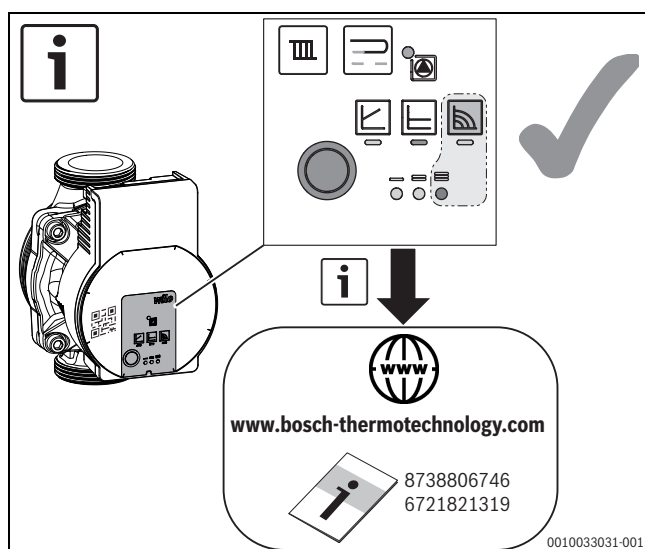

Bild 16 Einstellung der Pumpe (Beispiel)
- ▶ Pumpe auf Stufe 3 einstellen (→Bild 16).